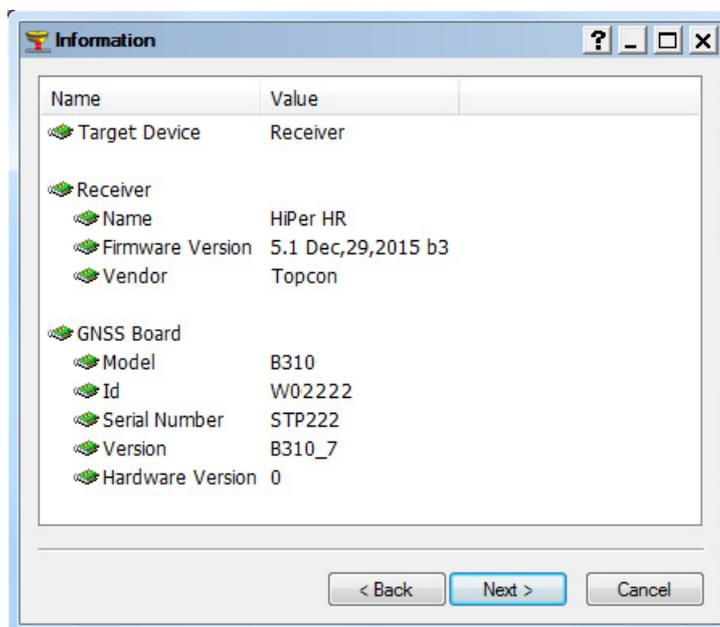

図 20 Information
**Information** 画面が表示されます。(図 20)